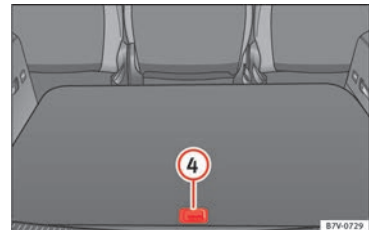

Abb. 188 Weitere Ablagefächer im Gepäckraumboden.
Ablage hinten öffnen » Abb. 188 ④:	▷ Hinteren Teil des Gepäckraumbodens mit dem Griff nach oben ziehen.